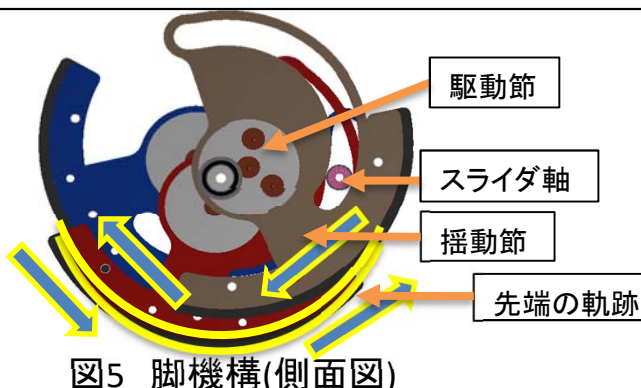

図5. 脚機構(側面図)
- ・ロボットの脚機構には足を薄くできる点から、スライダヘッケン機構を採用し、図5のように、120度ずつ位相をずらした3枚